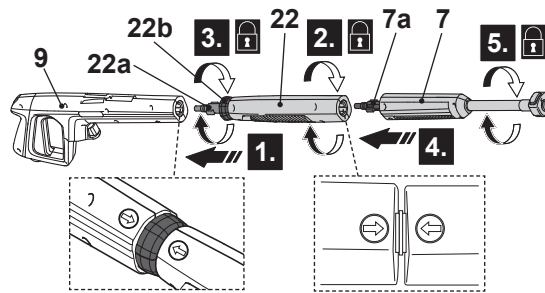

Fig. 11
1. Siempre coloque la lanza corta de extensión (22) cuando use el cepillo de terraza.
2. Alinee e inserte las lengüetas (22a) de la lanza corta de extensión (22) en las ranuras del puerto de conexión de la pistola de pulverización (9). (Fig. 11, paso 1).